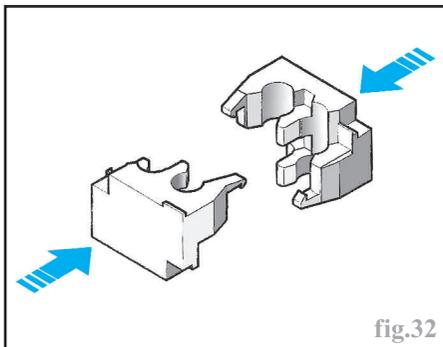

fig.32
- Remplacer également les agrafes de maintien des canalisations entre elles et veiller à respecter leur sens de verrouillage (fig.32).